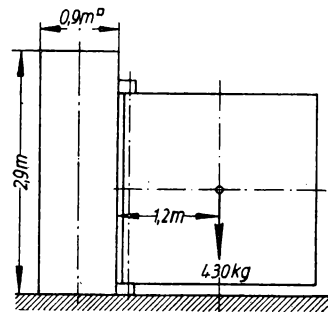

Bild 172
**306.** Der  $430 \text{ kg}$  schwere Flügel eines Fabriktores (Bild 172) hängt an einem frei stehenden prismatischen Mauerpfeiler von quadratischem Querschnitt  $0,9 \cdot 0,9 \text{ m}$  und  $2,9 \text{ m}$  Höhe. Die Wichte des Ziegelmauerwerks ist  $1600 \text{ kg/m}^3$ . Zu berechnen ist a) das Kippmoment, das der Torflügel in bezug auf die untere